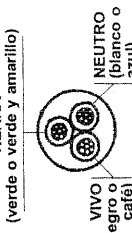

Fig. 3
- Prise non polarisée de 250 volts — Raccorder les conducteurs ou blanc) à la borne marquée (N) et raccorder le conducteur vivant (noir ou brun) à la borne marquée (L).
- Remonter le dispositif selon les indications suivantes (voir la fig. 3):